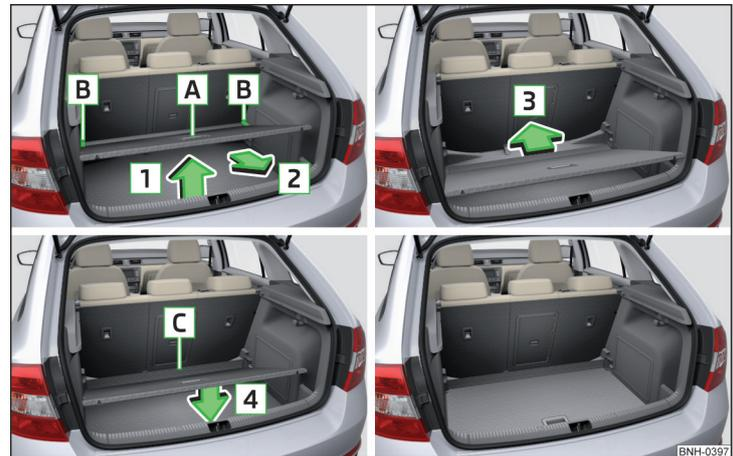

Fig. 101 Ajustar el suelo de carga variable en la posición inferior
- Agarrar el suelo de carga variable por el agarradero **A** » fig. 101.